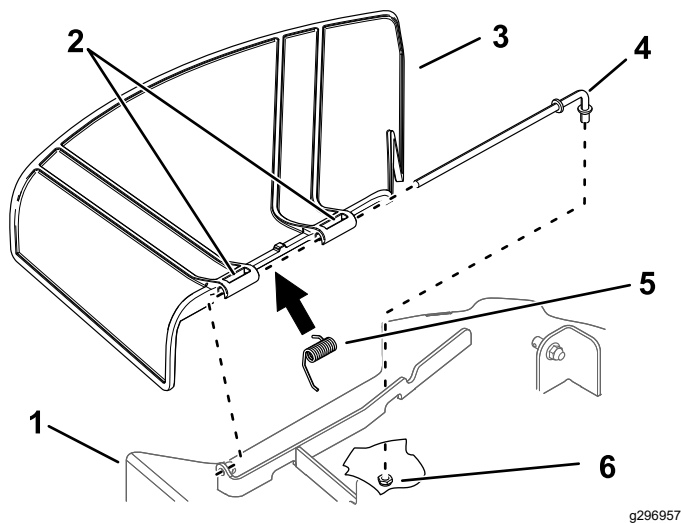

Figure 67
1. Retirez l'écrou ($\frac{3}{8}$ po) de la tige, sous le tablier de coupe (Figure 67).
- Sortez la tige du support du tablier, du ressort et du déflecteur d'herbe (Figure 67).
- Montez le nouveau déflecteur d'herbe (Figure 67).
- Insérez la tige dans le second pivot du déflecteur d'herbe (Figure 67).
- Fixez l'extrémité arrière de la tige dans le tablier de coupe à l'aide d'un écrou ($\frac{3}{8}$ po), comme montré à la Figure 67.